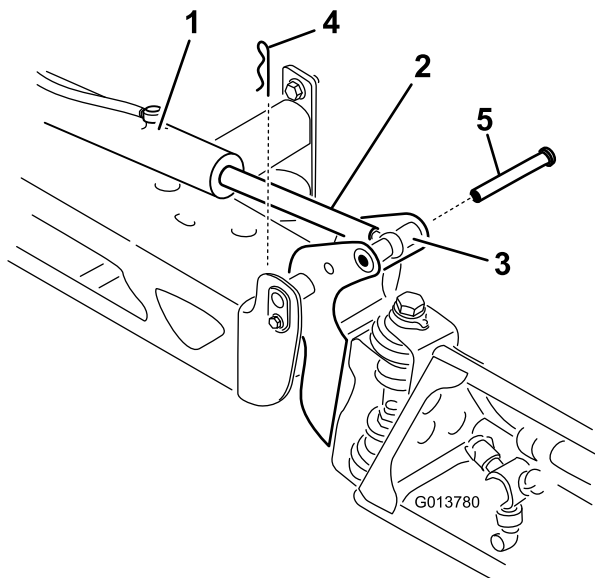

Figure 63
2. Retirez la goupille fendue de l'axe de pivot (Figure 63).
3. Élevez la rampe et retirez l'axe (Figure 63), puis abaissez lentement la rampe au sol.
9. Tout en maintenant la rampe, insérez l'axe dans le pivot de rampe et la tige de vérin (Figure 63).